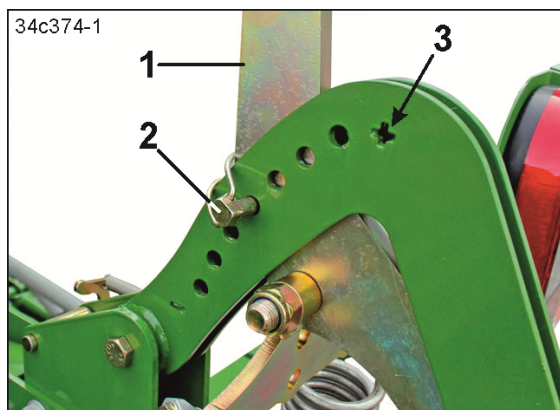

Fig. 199
4. Fixe a posição da alavanca (Fig. 199/1) com uma chaveta do tubo (Fig. 199/2).
A pressão de contacto do rolo é maior quando a chaveta do tubo (Fig. 199/2) está no furo ao lado do sinal de mais (Fig. 199/3).